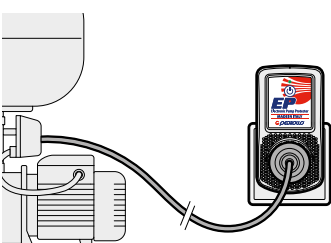

Fig. 3
- ✘ Conecte el dispositivo EP a la toma de corriente (**Fig. 3**) e inicie el procedimiento de aprendizaje (ver el manual de instrucciones).